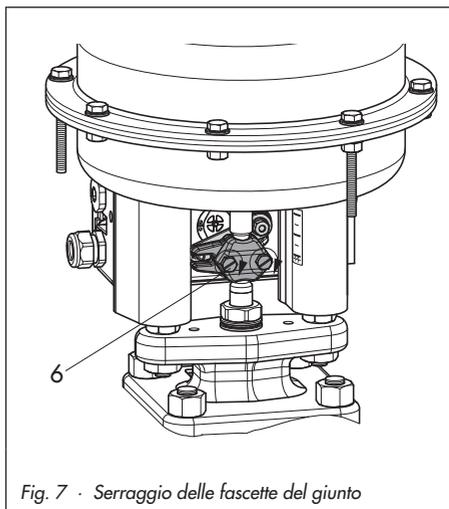

Fig. 7 · Serraggio delle fascette del giunto
5. Stringere le viti (fig. 7, pos. 6) delle fascette del giunto in maniera uniforme.